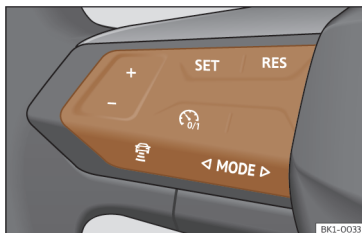

Fig. 103 En el volante multifunción: botones para manejar el ACC
- Para comenzar la regulación presione el botón **SET**»» fig. 103.
Para programar la velocidad pulse los botones **+** o **-**»» fig. 103 hasta la velocidad deseada. El ajuste de velocidad se realiza en intervalos de 10 km/h (5 mph).
- Pulse el botón y, a continuación, el botón **+** o **-**»» fig. 103.